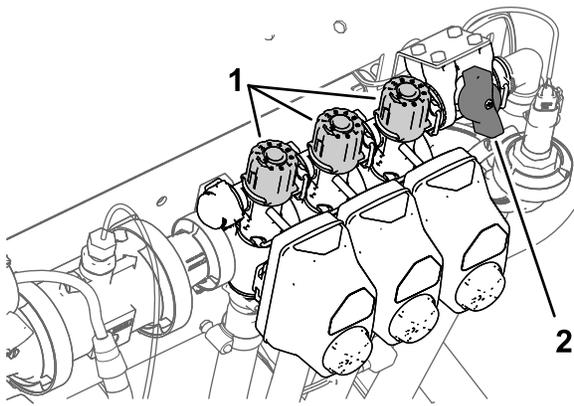

Figura 39
9. Desactive el interruptor de la sección izquierda y ajuste el mando de desvío de la sección (Figura 39) hasta que el caudal indicado coincida con el valor anterior, según la tabla.
2. Cerrado (0)
11. Ajuste el mando de desvío de la sección derecha (**Figura 39**) hasta que el caudal indicado coincida con el valor anterior, según la tabla.
13. Ajuste el mando de desvío de la sección central (**Figura 39**) hasta que el caudal indicado coincida con el valor anterior, según la tabla.